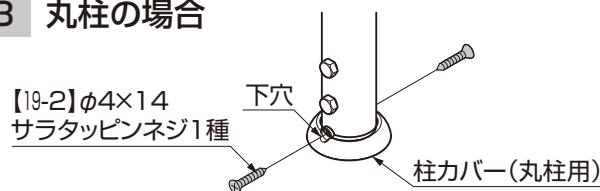

図10-3
- ①傾斜角度に柱カバーをあわせて柱にφ 3.5の下穴をあけ、【19-2】で柱に取付けてください。(図10-3 参照)